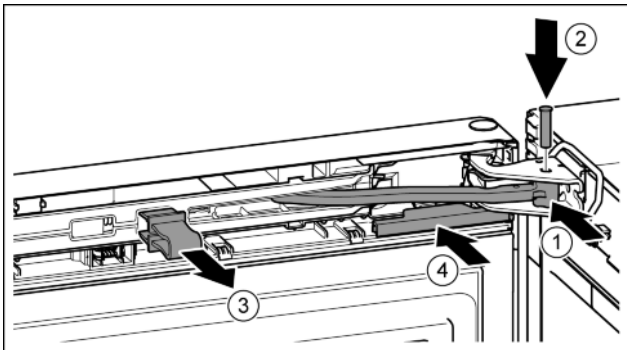

Fig. 40
- Gelenk in Lagerbock drehen. Fig. 40 (1)
- Bolzen in Lagerbock und Gelenk einsetzen. Dabei darauf achten, dass der Rastnocken korrekt in der Nut sitzt. Fig. 40 (2)
- Sicherung abnehmen. Fig. 40 (3)
- Abdeckung aufschieben. Fig. 40 (4)